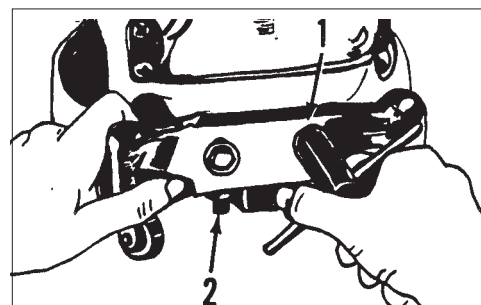

Рисунок 8
2. Ослабьте контргайку. Смотрите (2) рис. 8. 2.